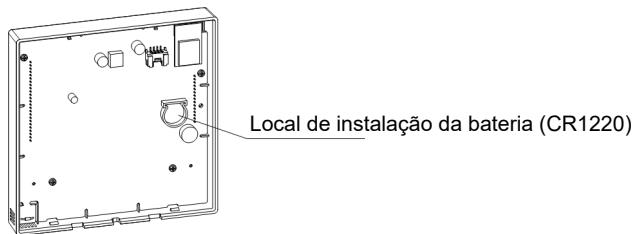

Fig. 3-5
- Coloque a bateria no local de instalação e certifique-se de que o lado positivo da bateria coincide com o lado positivo do local de instalação (ver Fig. 3-5).